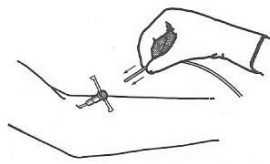

Figura 4
- Introduza o cateter através do introdutor peel away e avance-o até em torno de 10 cm de introdução. (Figura 4)